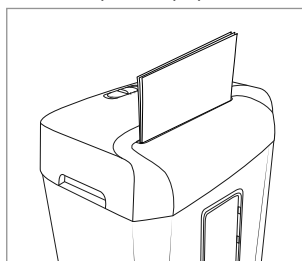

Fig. 2
- ◆ Insérez le papier à la verticale par le haut et centré dans la fente de coupe ⑧ (voir fig. 2). L'appareil démarre automatiquement et s'éteint aussi automatiquement lorsque l'utilisateur n'introduit plus de papier.
- ◆ Saisissez le dispositif de coupe **5** au niveau des deux poignées encastrées intégrées **7** et placez-le sur le collecteur **10** de manière à ce que le cordon d'alimentation **1** pointe vers l'arrière et que la fenêtre de contrôle **9** du collecteur **10** pointe vers l'avant (voir fig. 2).